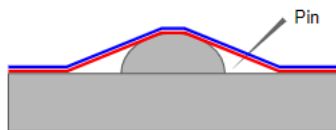

Fig.11
- 2) Junte las burbujas de alrededor del remache sin hacer que el film pierda su forma. Haga un pequeño agujero en el vinilo alrededor del remache y saque por ahí todo el aire atrapado entre el vinilo y el remache utilizando la punta de los dedos. *Fig.11*